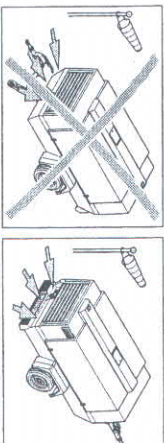

Fig. 3.4 Parte posterior del compresor contra el viento
Aplique el freno de estacionamiento tirando de la palanca del freno de estacionamiento (3) hacia arriba. Coloque el compresor lo más nivelado que sea posible; sin embargo, puede utilizarse temporalmente en una posición desviada que no supere los 15°. Si el compresor está aparcado sobre un terreno en pendiente, inmóvilice el compresor colocando calzos en las ruedas (disponibles opcionalmente) delante o detrás de las mismas. Coloque el extremo posterior del compresor contra el viento (véase la Fig. 3-4), alejado de las corrientes de aire contaminado y de paredes. Evite la recirculación